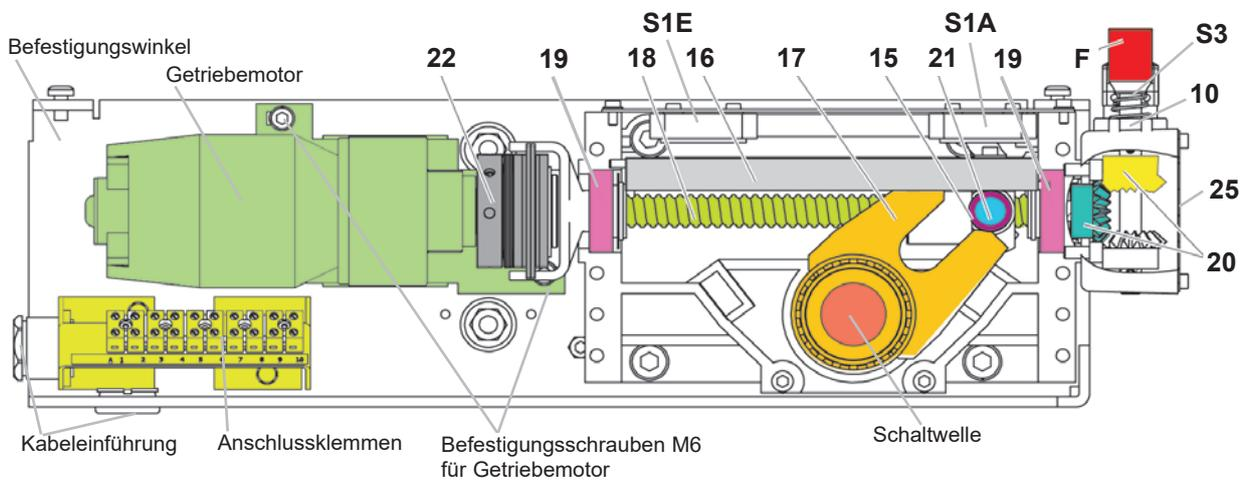

Abb. 10
Nach 10.000 Schaltspielen oder nach ca. 10 Jahren	<ul style="list-style-type: none"> • Folgende Komponenten des Motorantriebes mit dem Schmierstoff Isoflex NBU¹ (siehe Kapitel 7.1) so abschmieren, dass die zusammenwirkenden Bauteile ausreichend geschmiert sind: • beidseitig angeordnete Führungsrollen (15), Mitnehmerzapfen (21) inklusive Führungsleisten (16) und Kulissengabel (17) • Kugelgewindeantrieb (18) und beide Wälzlager (19) • Kegelradgetriebe (20) und Schiebehülse (10) am Hand-Not-Antrieb (dazu ist es notwendig die Abdeckung (25) zu entfernen) • Alle beweglichen Teile • Funktionskontrolle der Signalkontakte (S2A u. S2E, siehe Abb.: 1), Motorschutzschalter (P), Hand-Not-Antrieb (S3, siehe Abb.: 10), Heizung mit Thermostat (K) • Funktionskontrolle durchführen (siehe Kapitel 4.2.5). <p>Achtung: Um die einwandfreie Funktion der Rutschkupplung (22) zu erhalten, darf diese nicht mit Schmierstoff in Verbindung gebracht werden.</p>